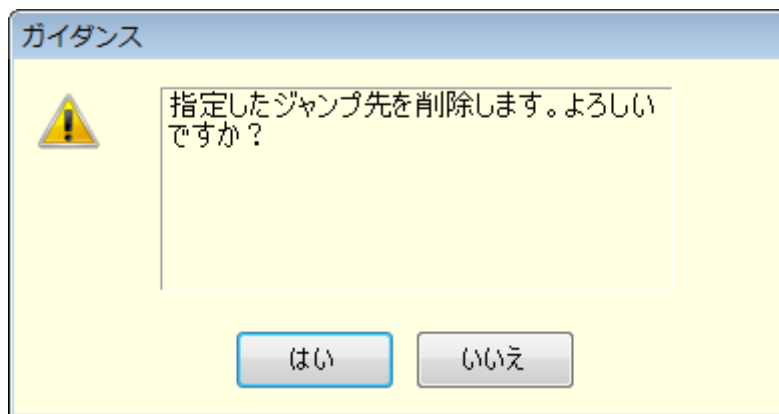

図5-7 ステップ削除の確認ダイアログ
- ジャンプ先又はブランチステップに設定されているステップを削除した場合は，図5-7のダイアログが表示されます。**はい**を選択するとステップが削除され，ジャンプ先又はブランチステップは無効となります。**いいえ**を選択すると，ステップの削除はキャンセルされます。